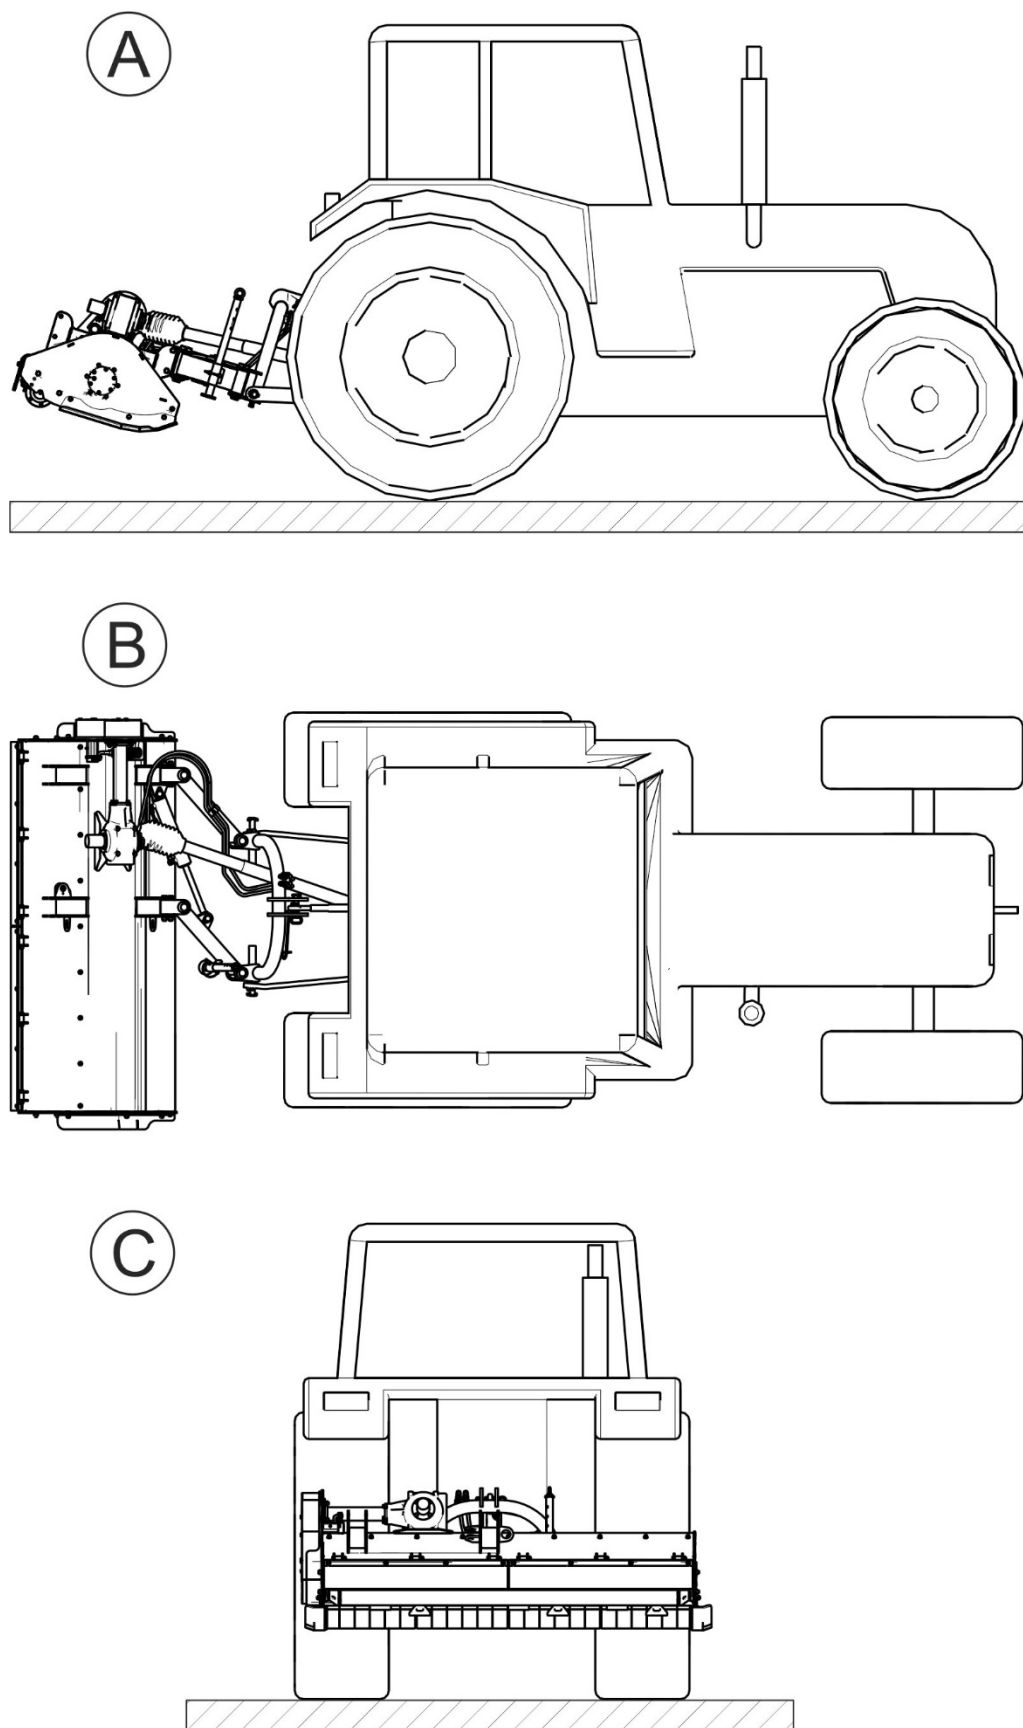

РИСУНОК 4.6 Транспортное положение
- опустить косилку так, чтобы режущий аппарат свободно лег на землю, опираясь на копирующий вал. Скользуну не должны касаться поверхности основания, а режущий аппарат в целом должен располагаться параллельно основанию (РИСУНОК 4.6).